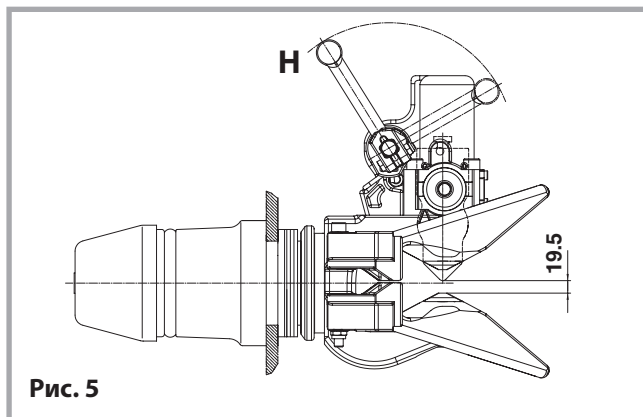

Рис. 5
**Внимание!** Если сцепная петля при сцеплении не вызывает срабатывания сцепного шкворня, то тому могут быть несколько причин: необходимый размер (расстояние между сцепной петлей и сцепным шкворнем) не обеспечен (см. рис. 5)
- Расстояние между нижней кромкой сцепного шкворня и опорной поверхностью должно составлять не менее 14 мм и не более 19,5 мм (см. рис. 5)